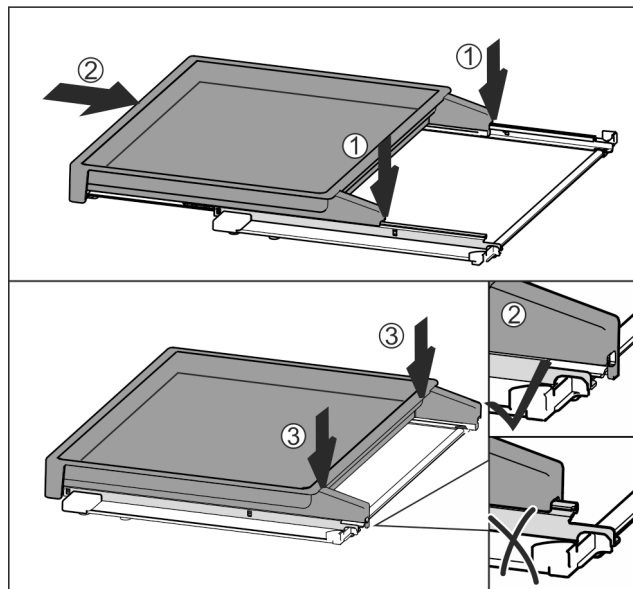

Fig. 113
- Mittig auf Schienen aufsetzen *Fig. 113 (1)*.
- Auszugsbord vollständig einschieben *Fig. 113 (2)*.
- An hinterer Seite drücken bis es hörbar einrastet *Fig. 113 (3)*.